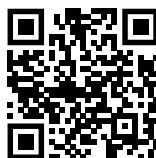

Fig. 139
- ▶ Otvorite Liebherr SmartMonitoring Dashboard. (pogledajte Fig. 139)